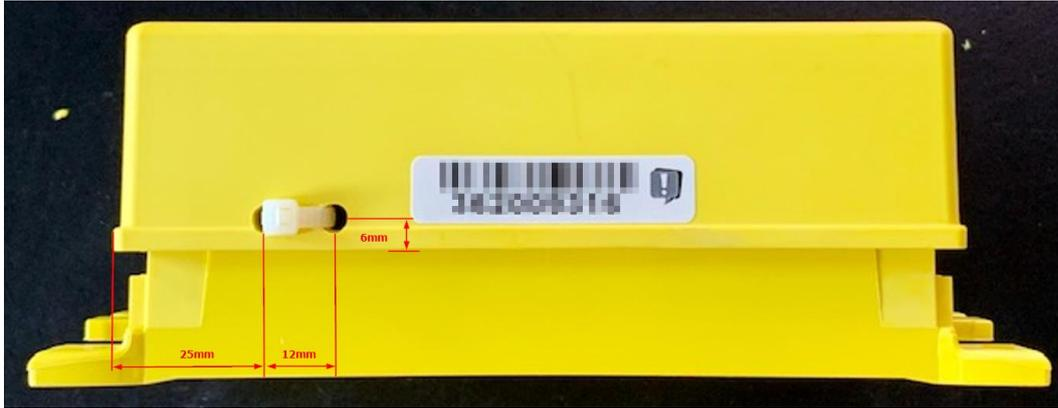

Abbildung 16: Absturzsicherung mit Kabelbinder
- Erstes Loch (linkes Loch gemäß Abbildung 16: Absturzsicherung mit Kabelbinder) 25mm vom linken Rand (am Falz gemessen) und 6mm von der Falzkante.
- Zweites Loch (rechtes Loch gemäß Abbildung 16: Absturzsicherung mit Kabelbinder) 37mm vom linken Rand (am Falz gemessen) und 6mm von der Falzkante.